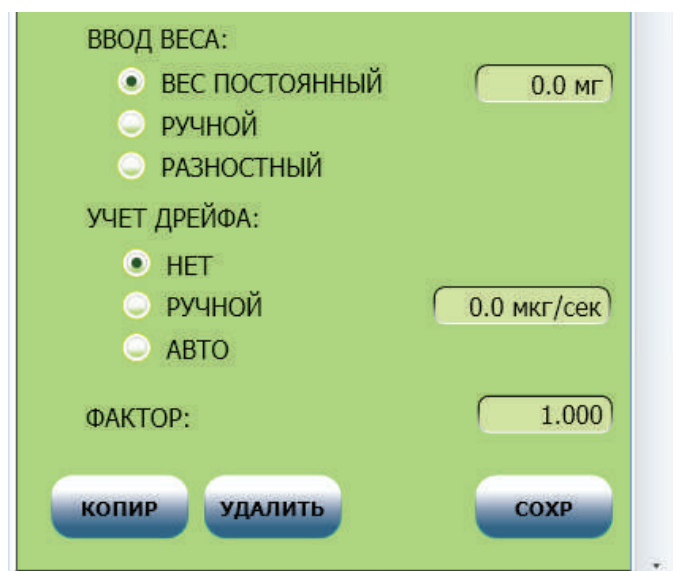

Рисунок 11
11.Единицы содержания и концентрации воды, веса пробы (Рисунок 11). Вес пробы может быть представлен в миллиграммах или в граммах. Содержание воды может быть представлено в микрограммах или в миллиграммах. Массовая концентрация представляется прибором либо в процентах, либо в миллионных долях (ppm).